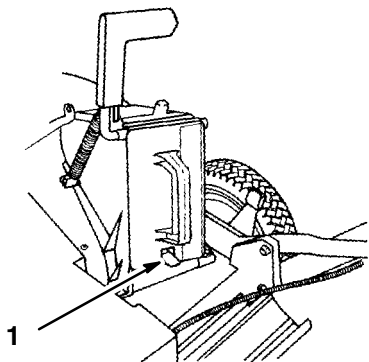

Figure 4
- Engager l'obturateur à fond jusqu'à ce que le loquet à ressort du bas de l'obturateur s'encliquette, assujettissant fermement ce dernier dans le conduit de l'éjecteur (Fig. 4). Relâcher la poignée du volet d'éjection pour verrouiller le haut de l'obturateur.
3. Engager l'obturateur à fond jusqu'à ce que le loquet à ressort du bas de l'obturateur s'encliquette, assujettissant fermement ce dernier dans le conduit de l'éjecteur (Fig. 4). Relâcher la poignée du volet d'éjection pour verrouiller le haut de l'obturateur.